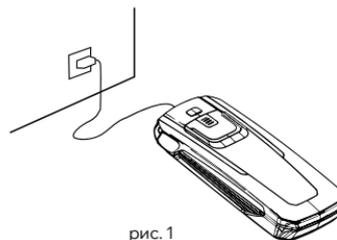

рис. 1
2. Подключите другой конец провода к входу USB-C (рис. 1).